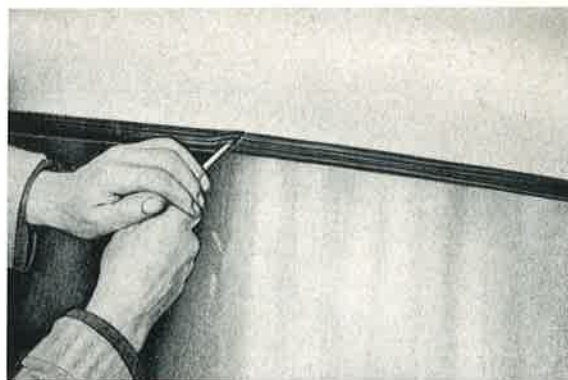

Bild 771: Um beim Ausbau die Scheibe nicht zu zerbrechen soll man den Gummirahmen außen aufschneiden.
1. Gummirahmen außen aufschneiden (Bild 771).